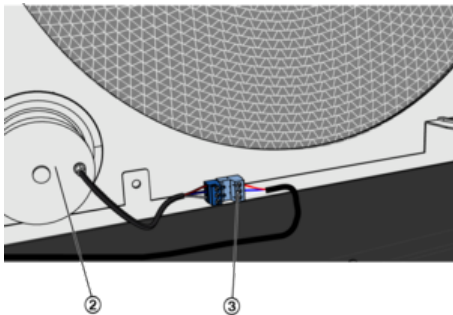

Abb. 43: Motor am RWT
4. ▶ Den Stecker (Abb. 43/3) vom Motor (Abb. 43/2) lösen.